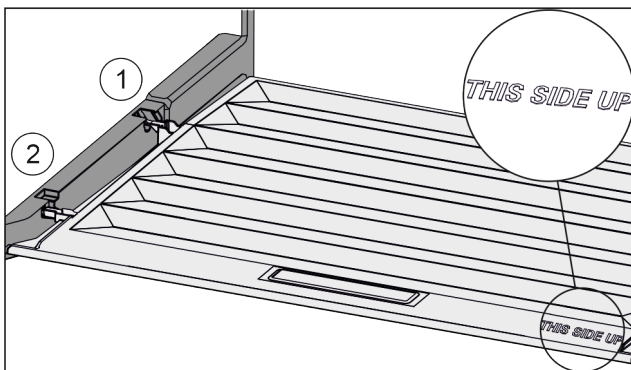

Fig. 116
- ▶ Introduceți nervura capacului prin orificiul suportului posterior Fig. 116 (1) și înclichetați-l în față în suport Fig. 116 (2).